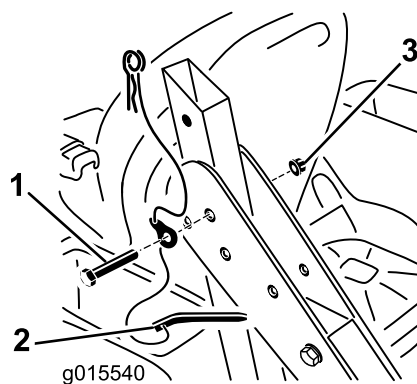

Figura 4
3. Fissate il roll bar ai relativi supporti come mostrato in Figura 4. Lasciate i bulloni allentati per consentire al roll bar di ruotare liberamente.